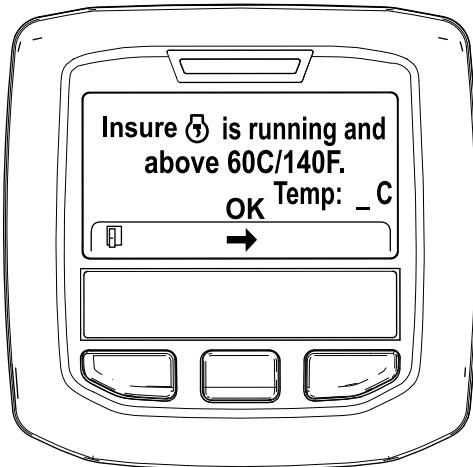

Figure 45
5. Si la température du liquide de refroidissement est inférieure à 60 °C (140 °F) le message « Insure  is running and above 60C/140F » (vérifier que *** fonctionne et est supérieure à 60 °C/140 °F) s'affiche (Figure 45).